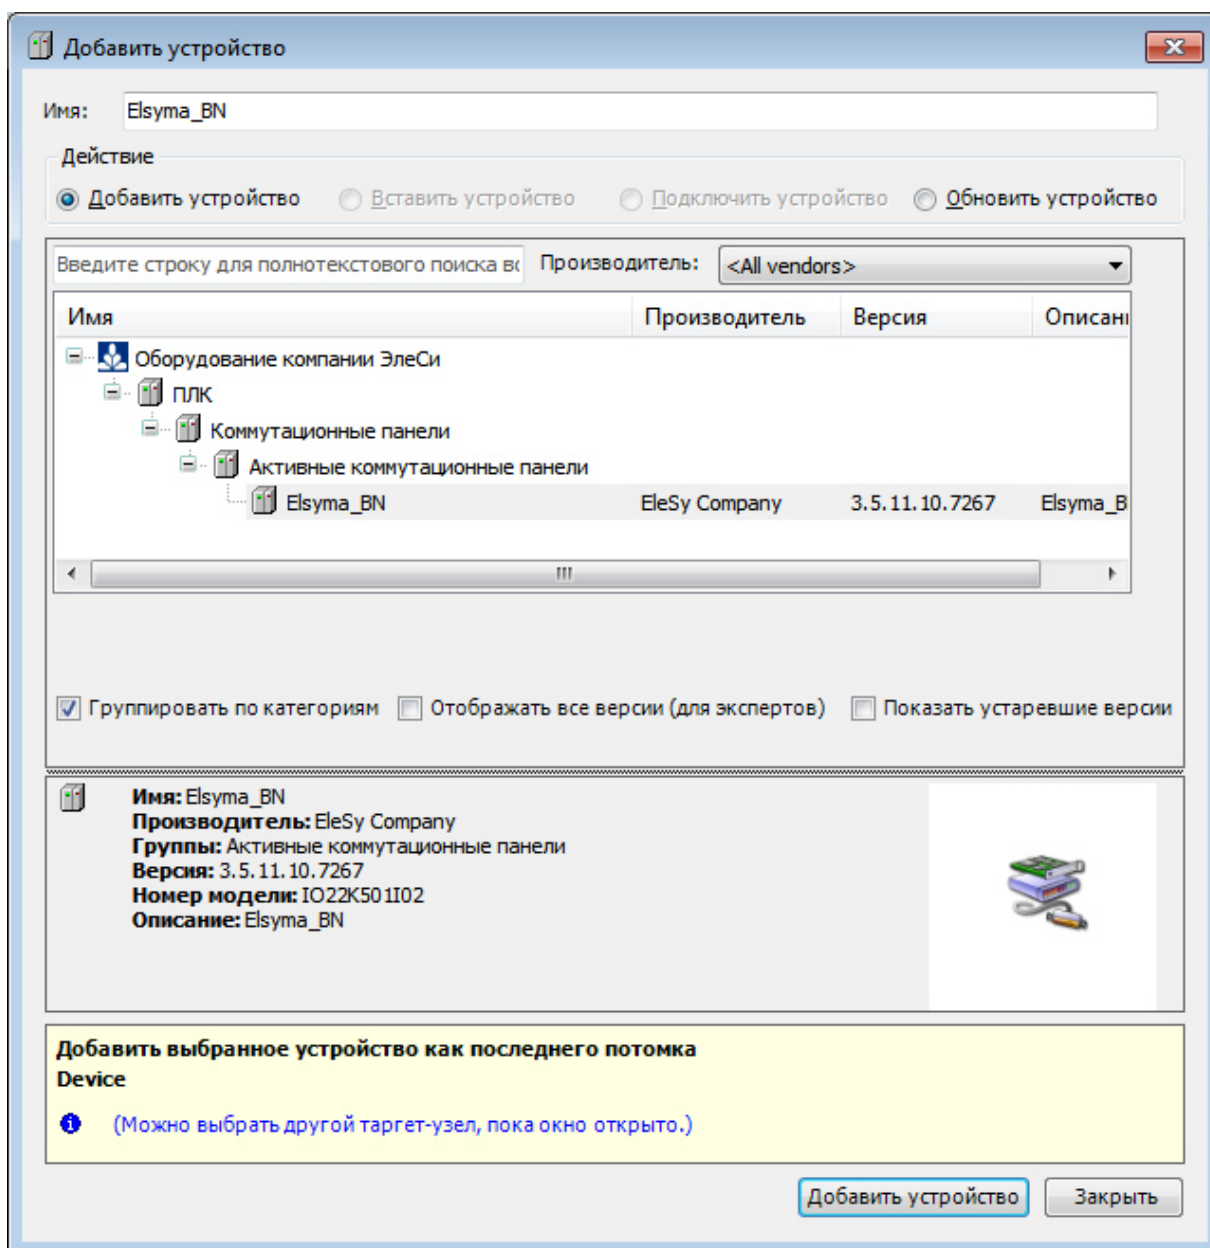

Рисунок 3.6 - Окно добавления устройств
3. Кликнуть правой кнопкой мыши по узлу *ModuleCP* (находится в *ElsyMa_BN*) и выбрать команду «Добавить устройство...» (рисунок 3.6). В поле **Производитель:** следует выбрать *EleSy Company*, выбрать устройство *ELSYMA_M01* (или *ELSYMA_M01_GSM*) и нажать кнопку «Добавить устройство...».